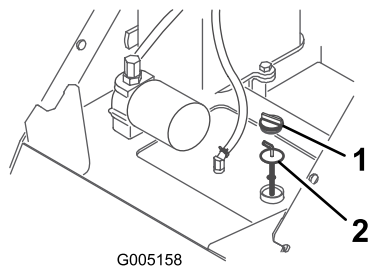

Figura 9
4. Limpie la zona alrededor del cuello de llenado del depósito de aceite hidráulico (Figura 9).
5. Retire el tapón del cuello de llenado y compruebe en la varilla el nivel de aceite (Figura 9).